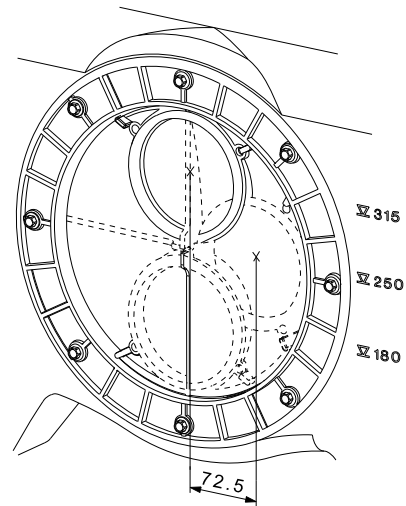

Рис. 16 Диск входного патрубка диаметром DN 100 регулируется от 180 - 315 мм над уровнем фундамента до середины входной трубы
- Подготовьте входной патрубок с регулируемой высотой на задней поверхности насосной установки Multilift M. Диаметр DN 100 диска входного патрубка позволяет устанавливать его высоту от 180 до 315 мм выше уровня фундамента. Наиболее распространенные значения высоты указаны рядом с входным отверстием: 180, 250 и 315 мм. См. рис. 16. Диск входного патрубка диаметром DN 150 поставляется в составе принадлежностей. См. рис. 17. Болты вокруг внешнего кольца диска входного патрубка закручены не полностью, что позволяет диску вращаться. Это позволит установить всасывающий патрубок на нужной высоте. После установки требуемой высоты затяните все болты. Все болты должны быть максимально затянуты (9 Nm).
Перед подключением насосной установки Multilift M обратите внимание на то, что при повороте диска входного патрубка для соответствия высоте всасывающего трубопровода, насосная установка и напорный патрубок также сдвинутся вбок (макс. 72,5 мм). См. рис. 16.